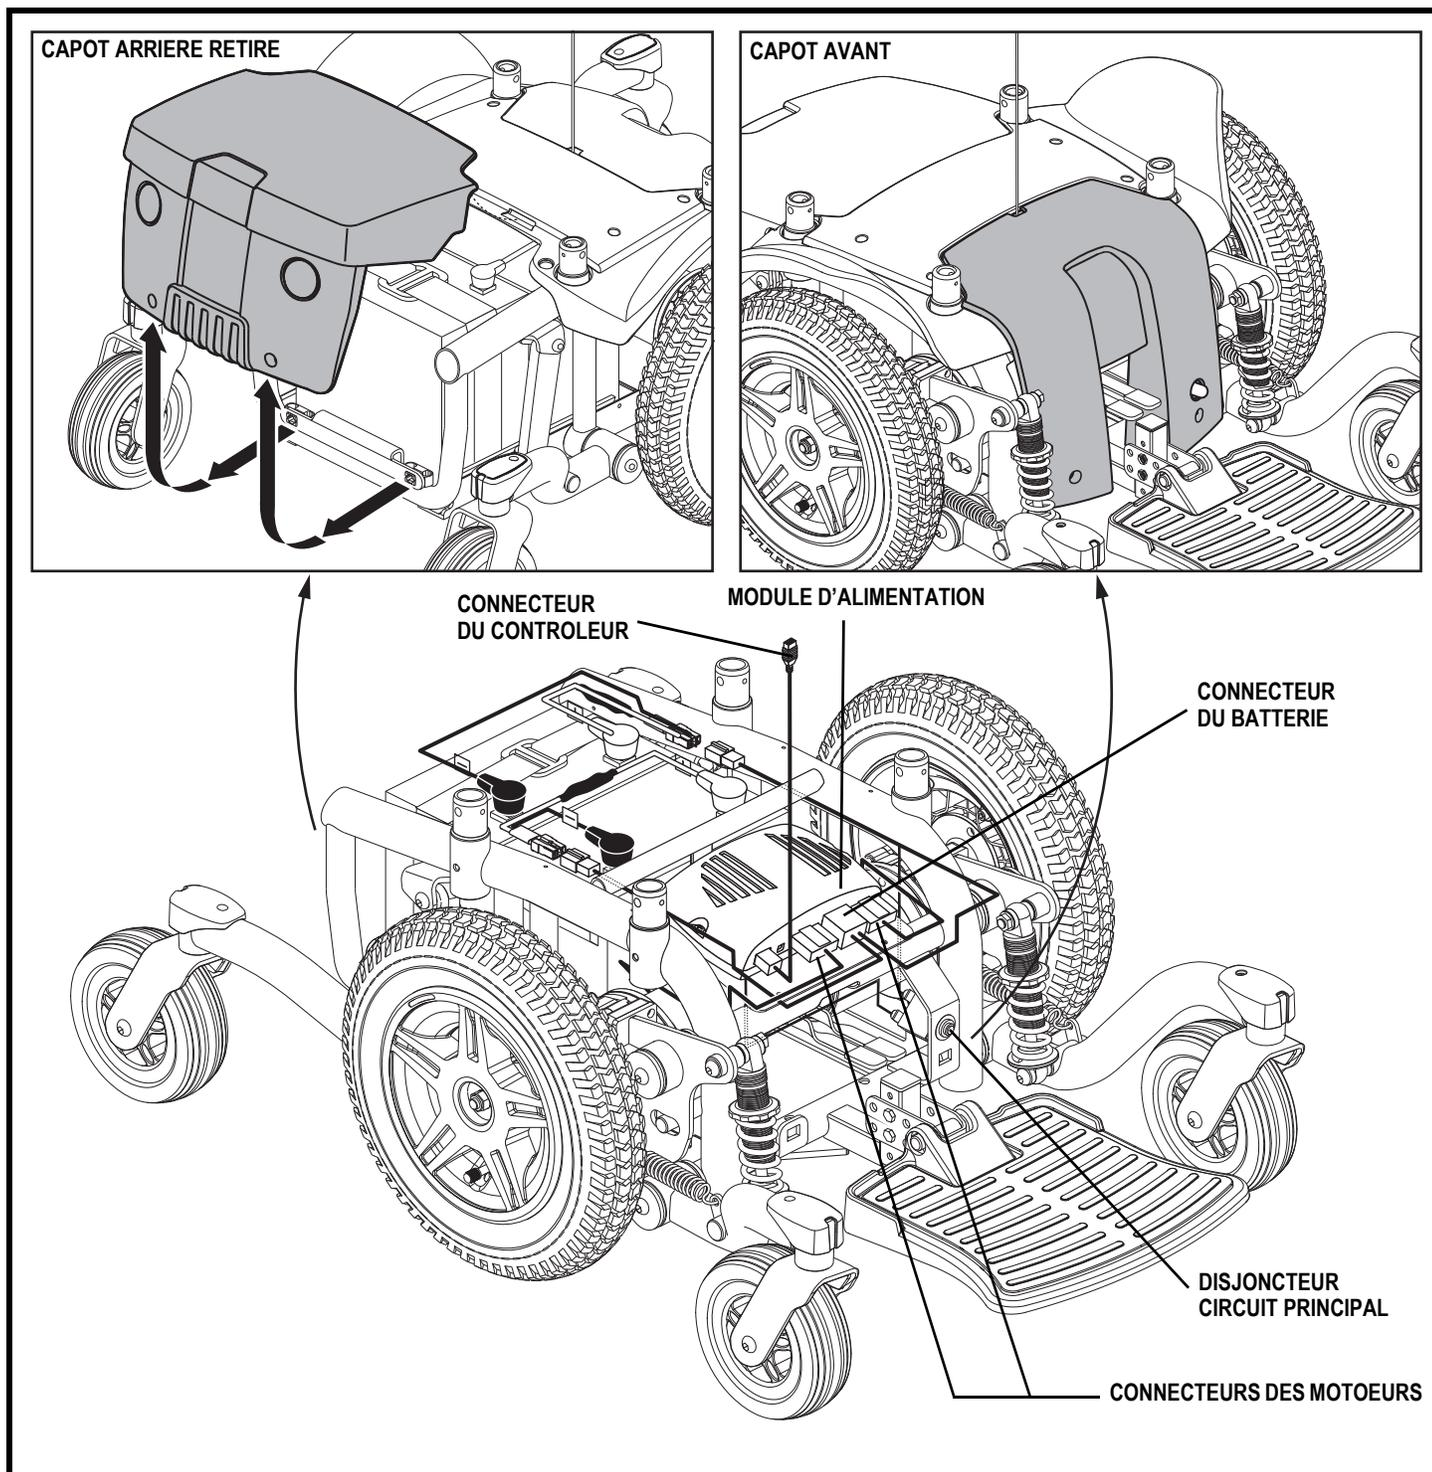

Figure 7. Composantes électronique du Jazzy 614 Serie
Les composantes électronique sont situées soit à l'intérieur ou à l'extérieur de la base motorisée. Le disjoncteur du circuit principal est situé sur le devant de la base motorisée. Le module d'alimentation est situé au coeur de la base motorisée. **Voir la figure 7.**
6. Branchez le connecteur du contrôleur dans la base motorisée. **Voir la figure 7.**
2. Débranchez le/les connecteur(s) du contrôleur de la base motorisée. **Voir la figure 7.**